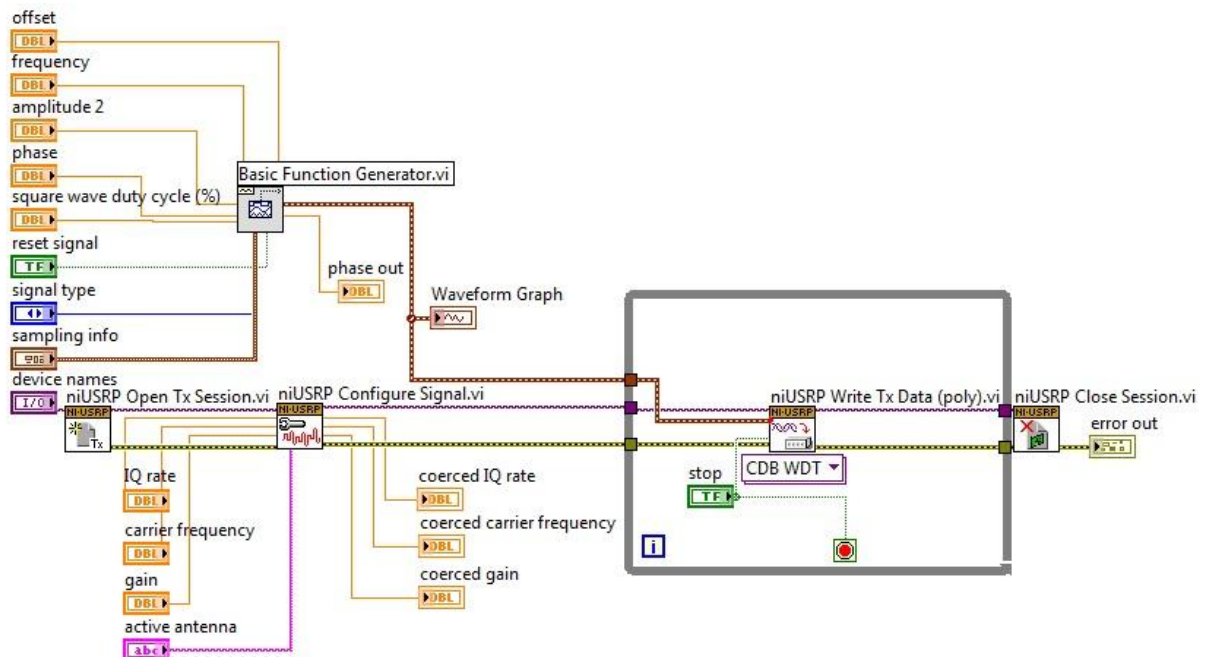
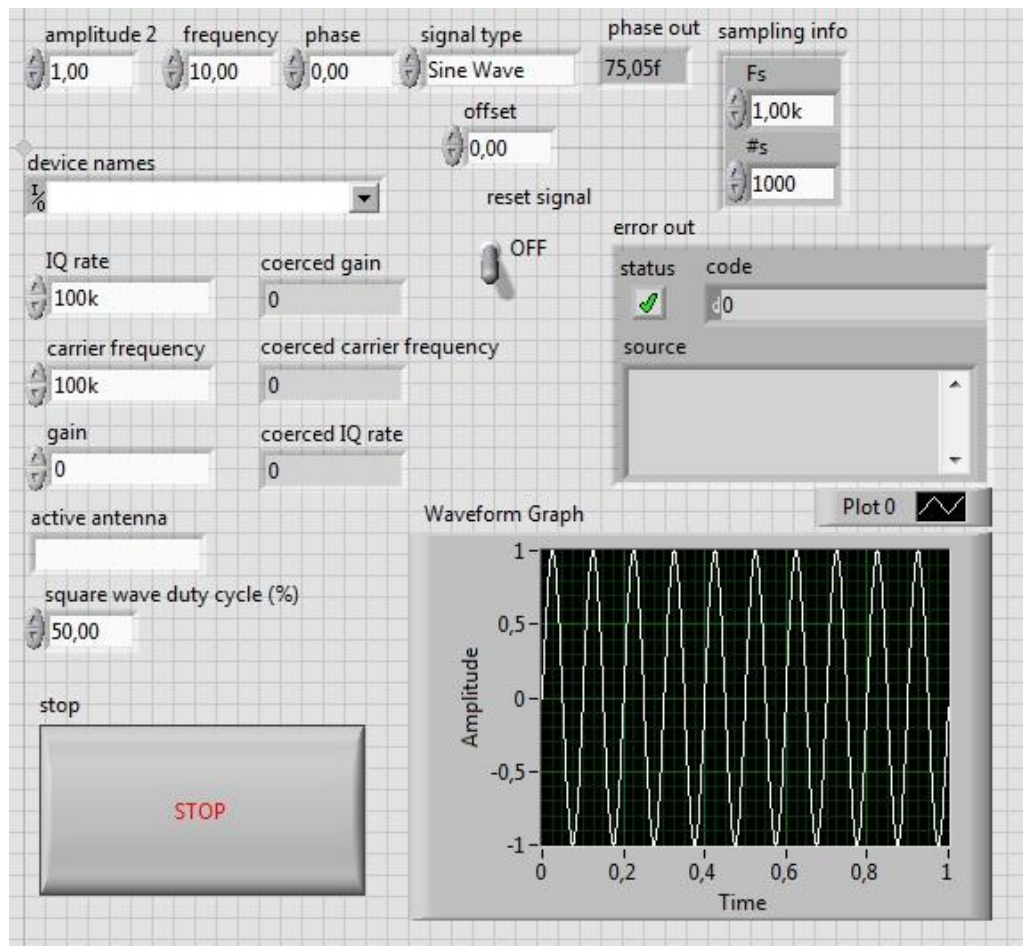

Рис. 4.5. – Устройство генерирования АМ сигнала.
Рис. 4.6. – Лицевая панель устройства генерирования АМ сигнала.
Здесь мы используем уже готовое устройство из пункта 4.2 лабораторной работы, но изменим часть схемы – Рисунок 4.5. Лицевая панель устройства – Рисунок 4.6.
4. Запустите устройство приема сигнала, собранное в пункте 4.1, настройте его на прием сигнала от генератора, собранного в данной части лабораторной работы (Рисунок 4.5).